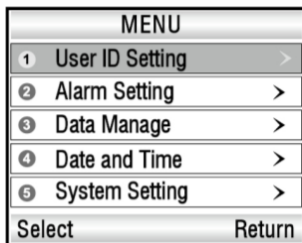

Рис.4-1
1) Нажмите кнопку питания в течение 3 секунд, чтобы включить питание пульсоксиметра, а затем нажмите кнопку меню, чтобы войти в главное меню, как на Рис.4-1.